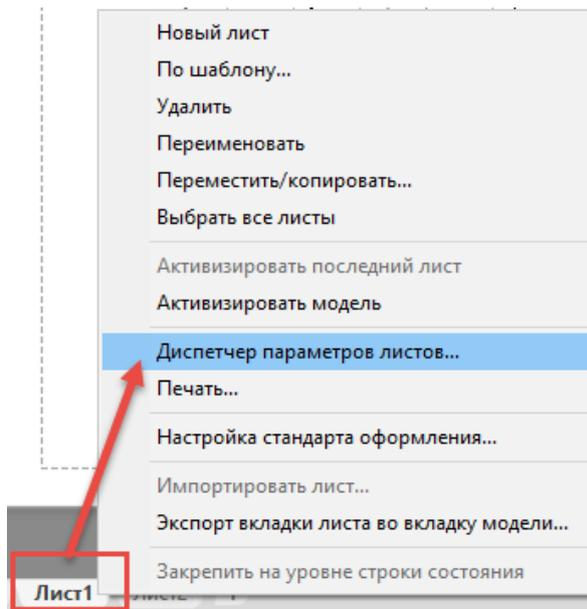
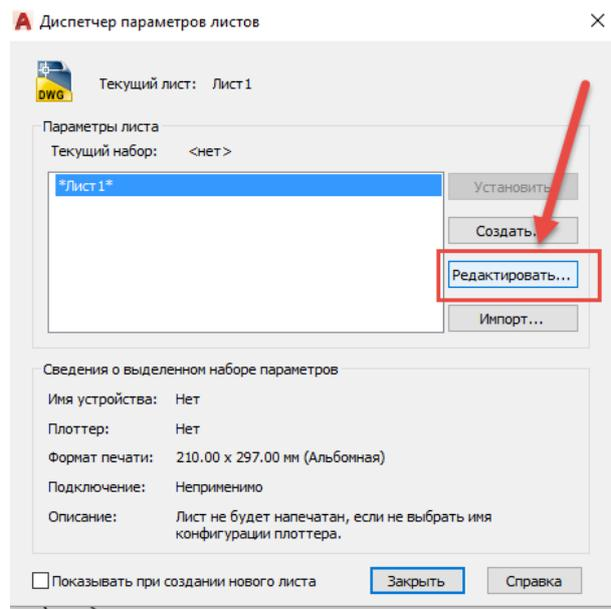

Рис. 4.19. Контекстное меню вкладки **Лист**
Рис. 4.20. Диалоговое окно Диспетчер наборов параметров листов
1. Для создания чертежа детали перейдите на вкладку **Лист1** (рис. 4.18). В контекстном меню вкладки **Лист** выберите строчку **Диспетчер параметров листов** (рис. 4.19). В открывшемся окне нажмите кнопку **Редактировать** (рис. 4.20), установите формат листа А3(420×297).